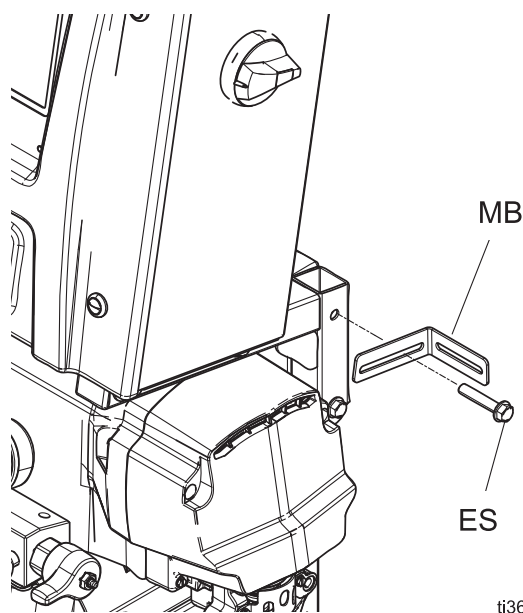

Fig. 4: Instalación de los soportes de montaje en pared
1. Retire los tornillos (ES) del brazo pivotante del cajetín.
2. Levante el armario eléctrico (EE).
3. Coloque en la pared los soportes de montaje (MB) izquierdo y derecho según se muestra en la Fig 4. Introduzca los tornillos (ES) del brazo pivotante del cajetín a través de los soportes (MB) y apriete para fijar el cajetín.